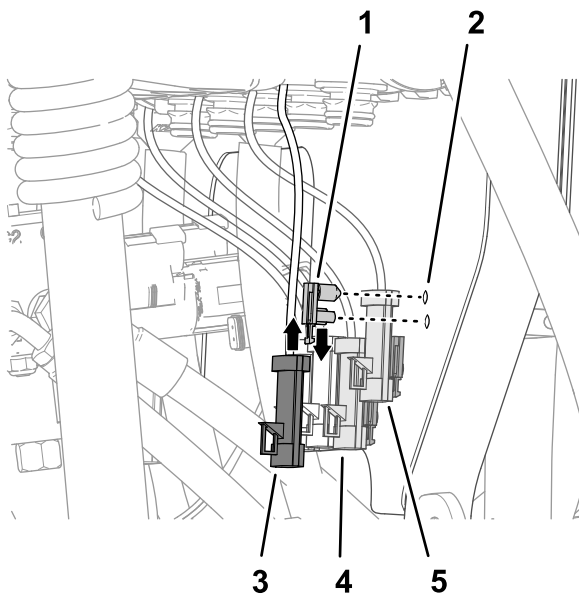

Bild 115
1. Befestigen Sie die Eindrückbefestigungen des Steckerankers in den Löchern in der Ventilbefestigung (Bild 115).